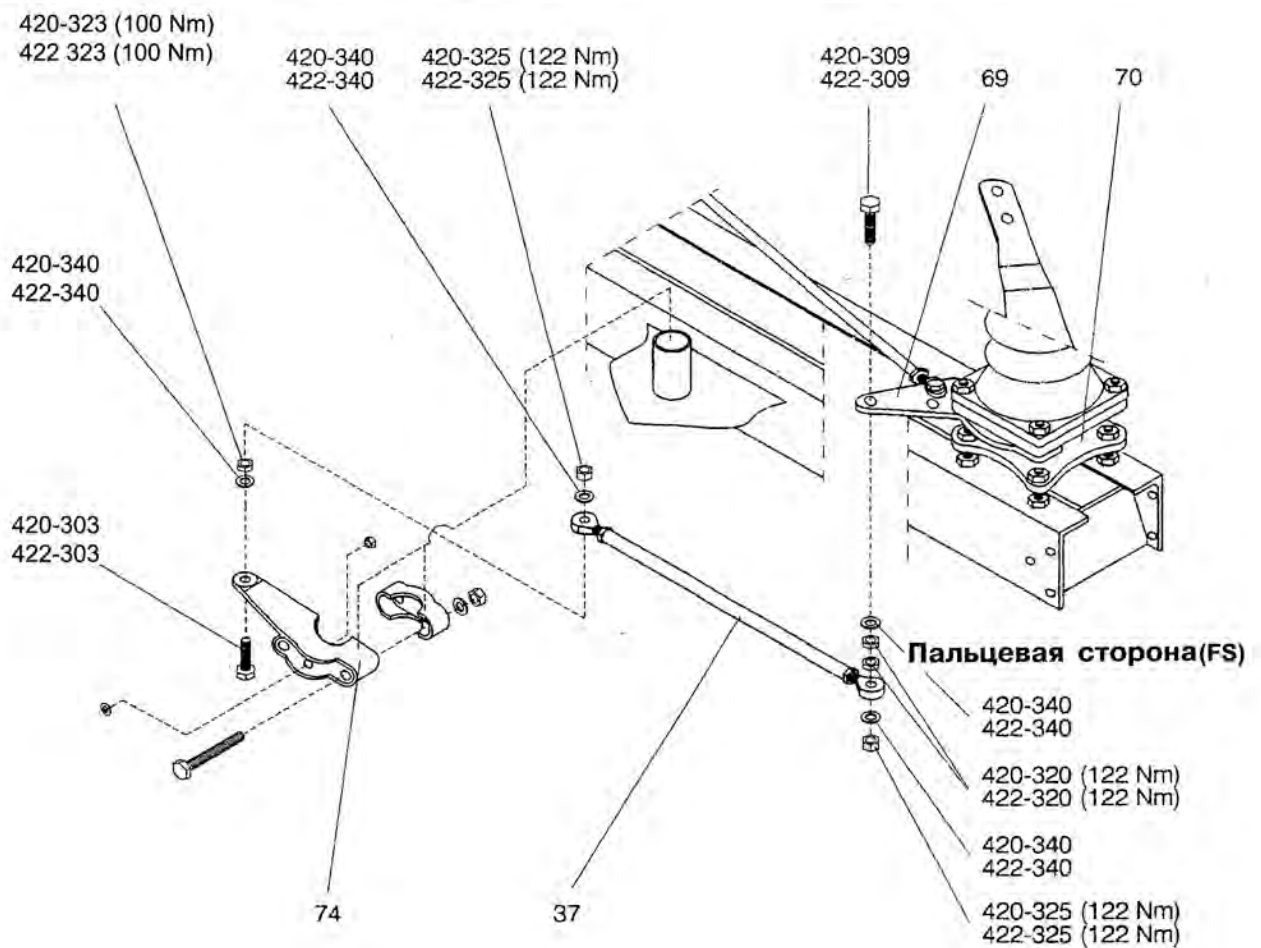

Рисунок 31: Установка тяг разъединителя: установка приводной тяги (37) при расположении приводного механизма разъединителя на стороне открывания
7. Установите приводную тягу (37) (Рис. 31, 32 и отрегулируйте до соответствующей длины размер «n2» — Рис. 33, 34